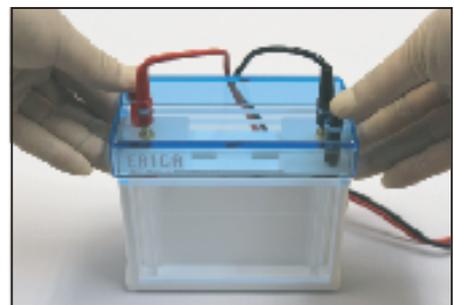

図15
2. 転写終了後、**KYOCA-TR Power Supply**のスイッチをOFFにしてから、セルカバーを外します。セルカバーは**MINICA**ブロッキングモジュールの両リムーブガイドを押さえながら、セルカバーを上げます。（図15）